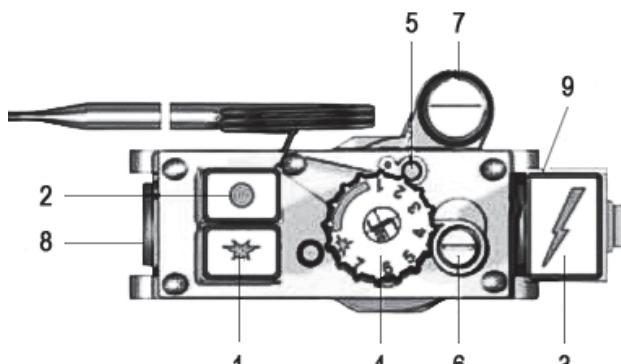
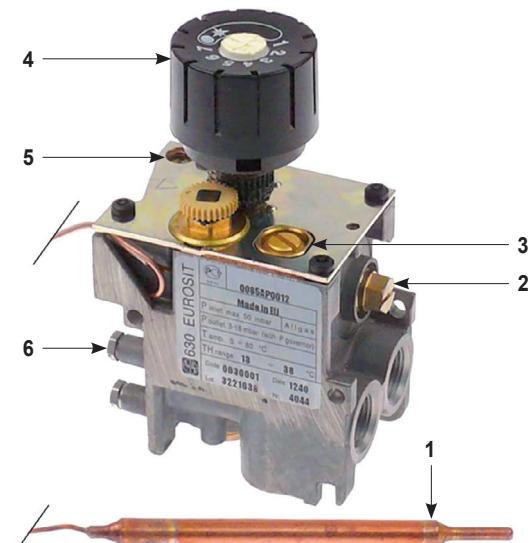

Рис. 10. Газовый блок 710 MINISIT
Рис. 11. Газовый блок 630 EUROSIT
**ВНИМАНИЕ! ДЛЯ ПОВТОРНОГО РОЖИГА КОТЛА С ГАЗОВЫМ БЛОКОМ 630 EUROSIT НЕОБХОДИМО УСТАНОВИТЬ РУЧКУ В ПОЛОЖЕНИЕ «ОТКЛЮЧЕНО» (СМ. РИС. 10), А ТОЛЬКИ ЗАТЕМ ПОВЕРНУТЬ РУЧКУ ГАЗОВОГО БЛОКА В ПОЛОЖЕНИЕ «РОЖИГ».**
- Медленно повернуть ручку управления (рис. 10, 11 поз. 4) по часовой стрелке в положение минимальной мощности (близко к положению выключения основной горелки) и в этом положении минимального расхода контролировать давление газа на выходе, которое должно быть не менее 3,5 мбар (350 Па). При необходимости произвести корректировку. При повороте винта настройки (рис. 11 поз. 2) на 630 EUROSIT или (рис. 10 поз. 6) на 710 MINISIT против часовой стрелки давление газа увеличивается.
- После проверки и настройки выходного давления при минимальном расходе, перевести ручку управления (рис. 10, 11 поз. 4) в положение «7».
- Контролировать давление газа на выходе, которое должно быть в диапазоне 9–10 мбар (900–1000 Па). При необходимости произвести корректировку. При повороте винта настройки (рис. 11 поз. 2) на 630 EUROSIT или винта под заглушкой (рис. 10 поз. 7) на 710 MINISIT по часовой стрелке давление газа увеличивается.